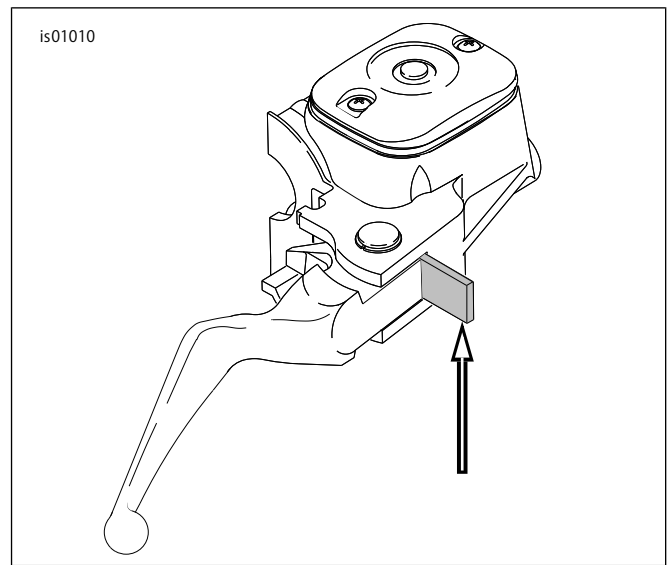

図7。5/32インチ (4mm) 厚紙の挿入
4. 「図7」を参照してください。ブレーキレバーとレバーブラケットの間に4mm (5/32インチ)の厚紙を挿入します。